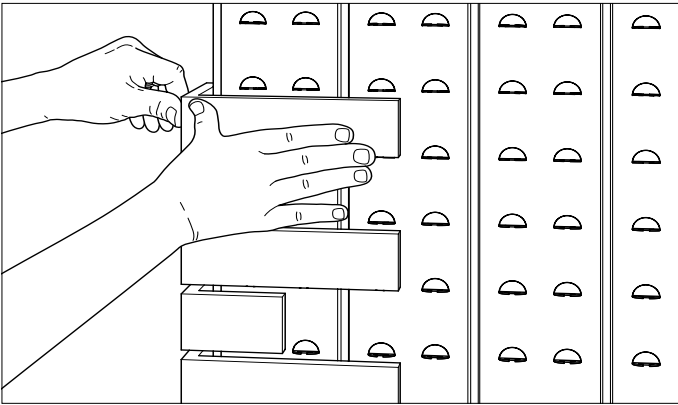

FIGURA 9
- Adhiera el ladrillo comenzando con la fila inferior y continúe hacia arriba en la pared. Instale las unidades de esquina en el extremo de la pared primero, alternando los extremos cortos y largos de las esquinas en cada recorrido, para un aparejo de soga (vea Figura 9).